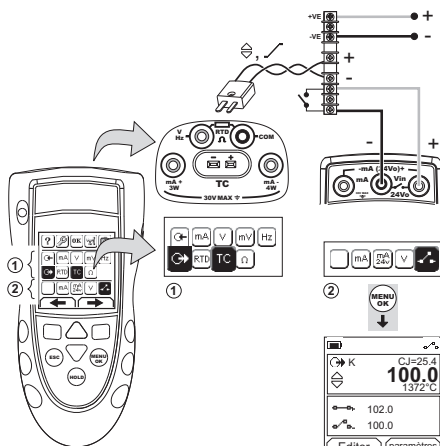

Figure 12 : Exemple de configuration - test de contact
1. Raccordez l'instrument (Figure 12) et, si nécessaire, réglez le menu Config. (Tableau 1).